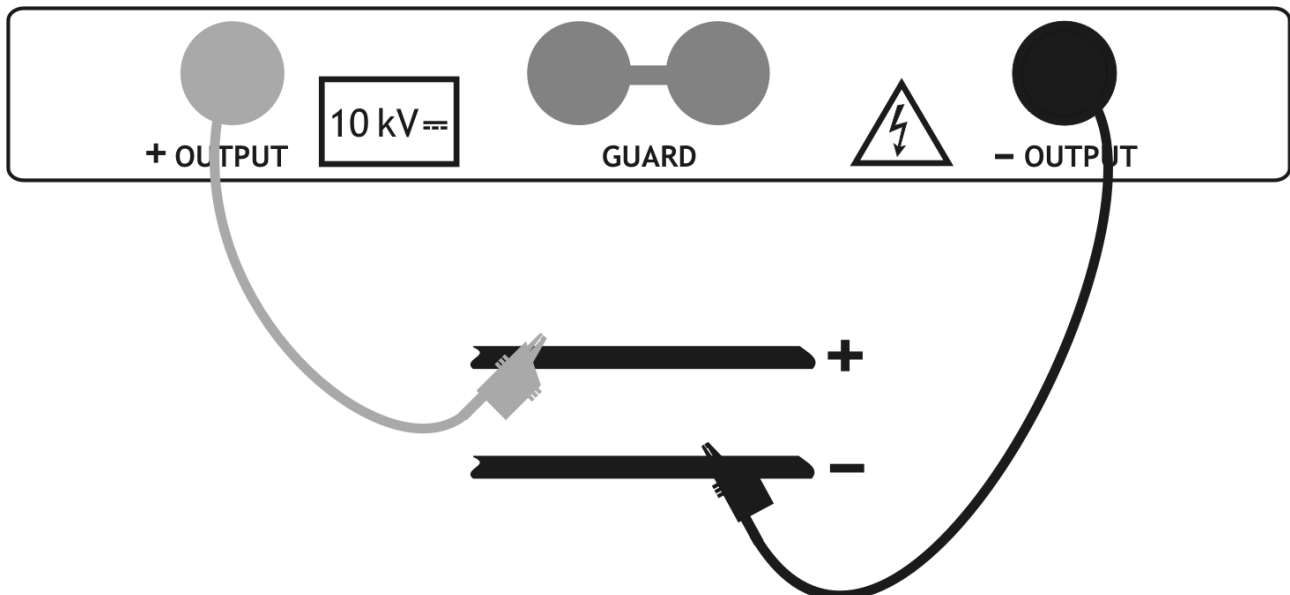

Fig. 15: Connexion de l'instrument pour mesure de tension
4. Connecter l'embout de la borne 1 ou de la borne 2 (positif) et le câble noir des bornes 2 (négatif) à l'objet sous test en respectant les polarités en cas de mesure de tension DC (voir Fig. 15).